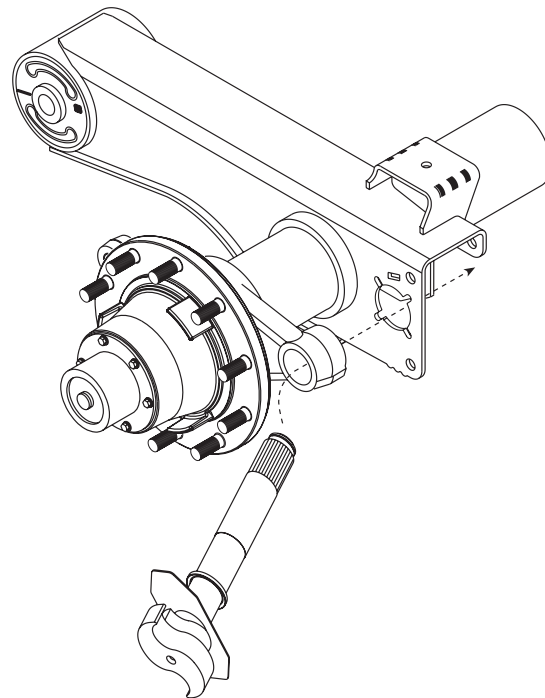

Figura 17. Instalando la leva-S
- Incline y deslice la leva-S a través de la araña y la viga (figura 17). Aún con la maza en su lugar, hay suficiente espacio para inclinar e insertar la leva-S mientras el buje de la araña no haya sido instalado.